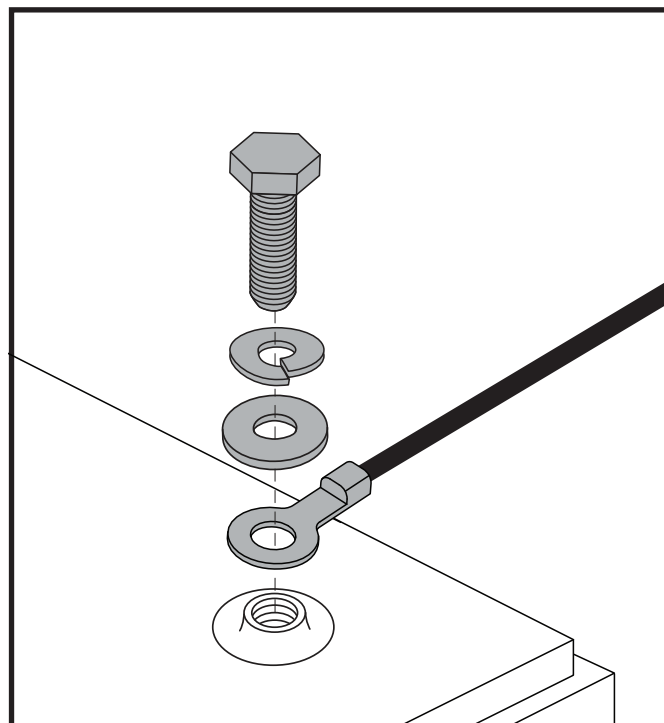

Figure 11. Batterie Borne Matériel
4. Débranchez les câbles de batterie des bornes de la batterie en faisant coulisser les capuchons des bornes. **Voir la figure 11.**
NOTE: Certains scooters ont des entretoises installées pour sécuriser les batteries. Vous pouvez retirer les entretoises et les garder en sûreté jusqu'à ce que les batteries soient remplacées dans le scooter. Voir la figure 11.